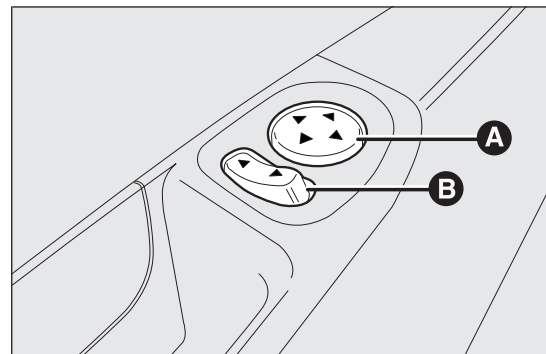

fig. 25
- ☐ Seleccionar el espejo que se desea ajustar mediante el selector B fig. 25;
- ☐ regular el espejo moviéndolo en los cuatro sentidos mediante el joystick A fig. 25.